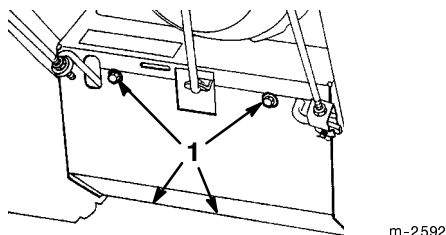

Figure 23
7. Retirez les quatre vis de fixation de la plaque de protection inférieure au châssis, et déposez la plaque (Fig. 23).
3. Retirez les quatre vis de fixation de la plaque de protection inférieure au châssis, et déposez la plaque (Fig. 23).